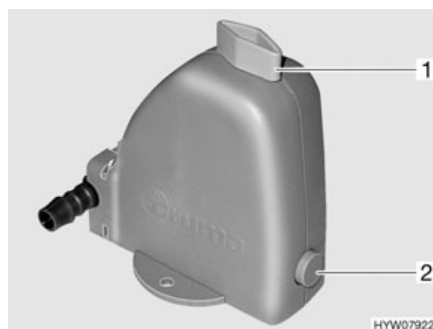

Fig. 196 Valve de sécurité et de vidange du chauffe-eau
Le chauffe-eau est équipé d'une valve de sécurité et de vidange (Fig. 196). La valve de sécurité et de vidange empêche que l'eau ne gèle dans le chauffe-eau lorsque le chauffage n'est pas allumé en cas de gel.
- Fermer la valve de sécurité et de vidange. Tourner pour cela le bouton rotatif (Fig. 196,1) dans le sens transversal par rapport à la valve de sécurité et de vidange et enfoncer le bouton-poussoir (Fig. 196,2).
- Ouvrir la valve de sécurité et de vidange. Tourner le bouton rotatif (Fig. 196,1) dans le sens longitudinal par rapport à la valve de sécurité et de vidange. Le bouton-poussoir (Fig. 196,2) ressort. Le chauffe-eau est vidé à l'extérieur par le biais de la valve de sécurité et de vidange.